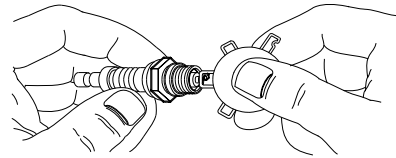

**Figura 4-4. Conjunto del filtro de aire**
- Desenrosque el tornillo (A) y retire la cubierta del filtro de aire. Consulte la Figura 4-4.
- Limpié el filtro (B) con una mezcla de agua y jabón. Escúrralo y limpie hasta que quede seco (NO LO RETUERZA) con un paño limpio.